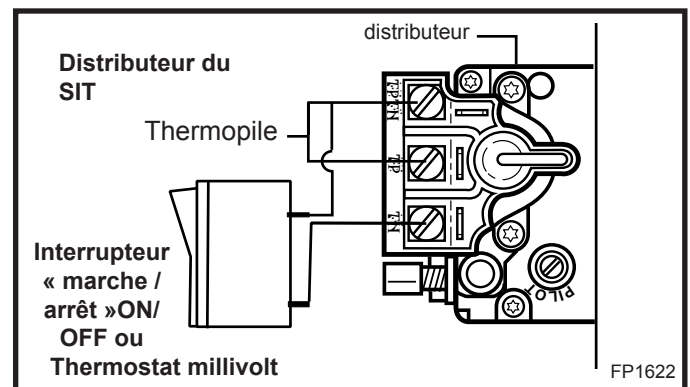

Fig. 53 Installer le câblage de passer avant de se connecter à la distributeur.
3. Reliez les fils aux bornes du distributeur. (Fig. 53)
2. Branchez les fils du thermostat aux bornes du distributeur. (Fig. 53)